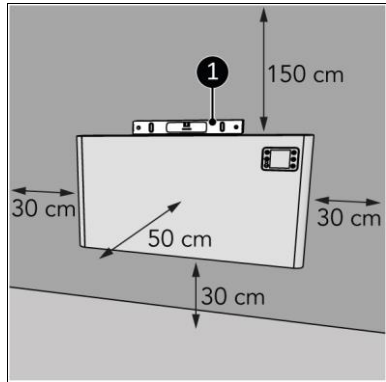

Abbildung 9
1. Stellen Sie das Gerät auf eine vertikale und feste Oberfläche. Verwenden Sie beim Aufstellen des Geräts eine Wasserwaage (Abbildung 9, Pos. 1).
2. Platzieren Sie das Gerät mit einem Mindestabstand (Abbildung 9) von: